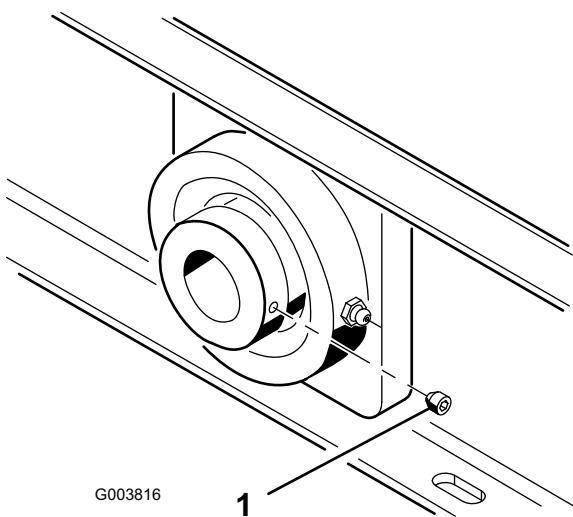

Figura 11
- Le viti di fermo dell'albero della ventola (Figura 11) devono essere serrate a una coppia compresa tra 6,5 e 9,3 Nm.